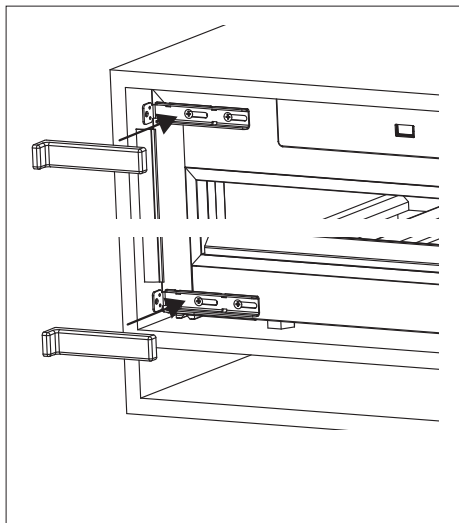

Рис. 9
11. Установите декоративные накладки (входят в комплект) (рис. 9).